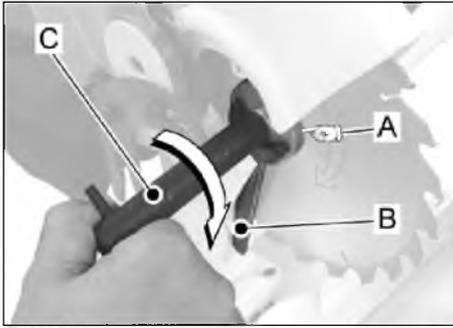

Рис. 11
- Заблокуйте фланець пилки за допомогою спеціального ключа (B, Рис. 11) та послабте кріпильний гвинт пиляльного диску (A) за допомогою ключа у комплекті (C).